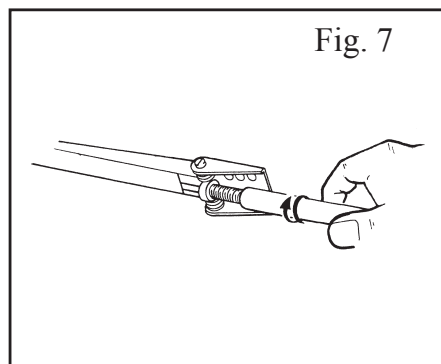

Fig. 7
6. Open het raam net genoeg zodat de draad op de cilinder in de draad van het cilinderhuis (3) kan grijpen. Verdraai dan de cilinder totdat er aan beide zijden van het cilinderhuis evenveel draad zichtbaar is – zie Fig. 7.